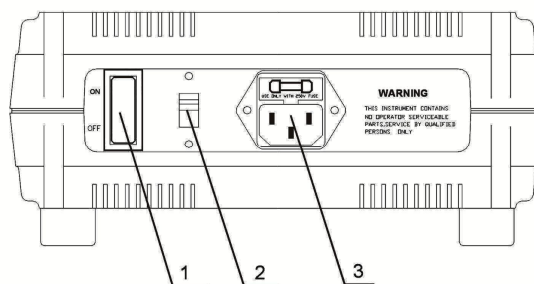

图 2
- (10) “频段”档位选择按钮，由五位 LED 最后一位循环显示数码 1~7 个频段，如图 2 所示为第 7 频段。
b.后面板说明（如图 2 所示）：
- (1) 船形电源开关。
- (2) 110V/220V 电源转换开关
- (3) 110V/220V 电源插座（盒内带保险丝，其容量为 500mA/250V）